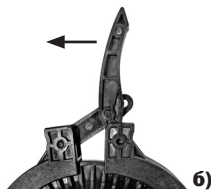

Рисунок 5
- 2** Выведя конец ручки хомута из фиксации (рисунок 5 «а»), поднять ее и действуя ручкой как рычагом, раздвинуть половины хомута (рисунок 5 «б»). Снять хомут с муфты (стыка хомута и кожуха). Снять кожух с оголовника.